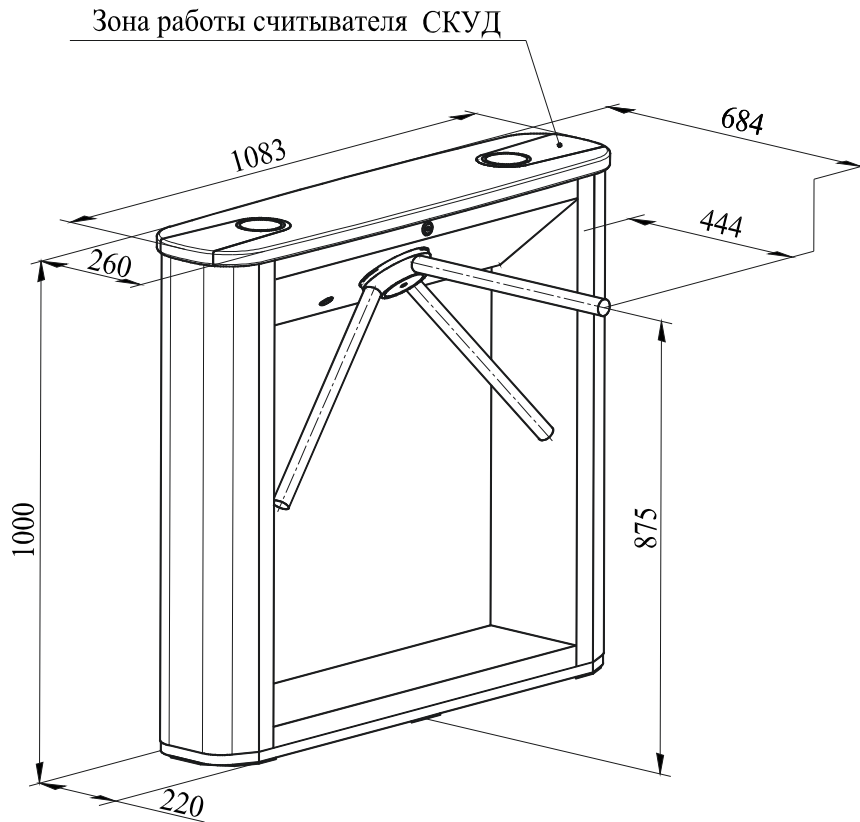

Рисунок 2 – Габаритные размеры турникета
5.1.10 Крышка стойки турникета радиопрозрачна, что дает возможность скрытой установки бесконтактных считывателей СКУД (далее по тексту – считывателей СКУД) внутри стойки турникета. Зона работы считывателей выделена на крышке цветом (см. рисунок 2).